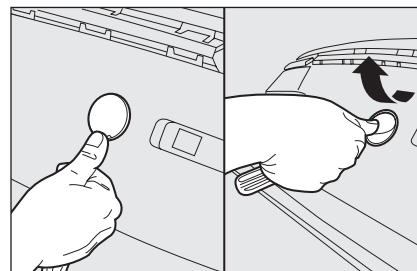

fig. 47
- ☐ appuyer le pouce de la main sur le bouchon pour éviter de l'endommager **fig. 47** ;
- ☐ extraire le bouchon (sans le tourner) en effectuant un mouvement perpendiculaire au plan d'appui **fig. 47**.